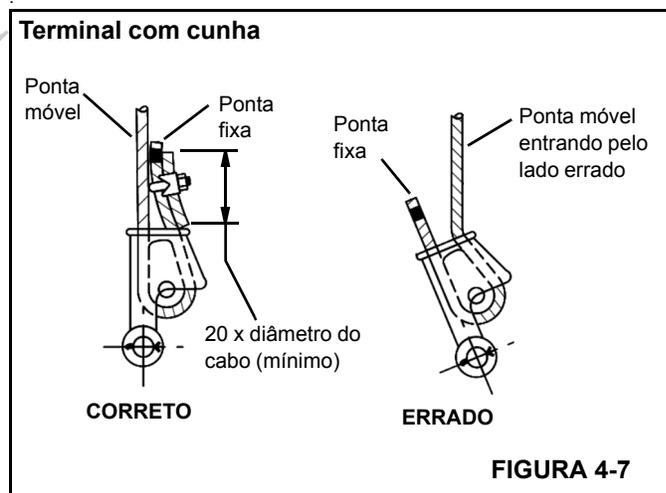

FIGURA 4-7
3. Insira o cabo no terminal, certificando-se de que a ponta móvel (Figura 4-7) do cabo está diretamente alinhado às orelhas do terminal e à direção da tração a que o cabo será submetido. Se o cabo for incorretamente carregado no terminal, sob uma carga, o cabo dobrará conforme sai do terminal e a borda do terminal se desgastará no cabo causando danos ao cabo e falhas eventuais.
4. Forme um laço no cabo e passe-o de volta através do terminal deixando que a ponta fixa Figura 4-7 sobressaia do terminal. Verifique se a ponta fixa do cabo tem comprimento suficiente para que seja possível aplicar a amarração da extremidade à ponta fixa após a cunha ter sido assentada.